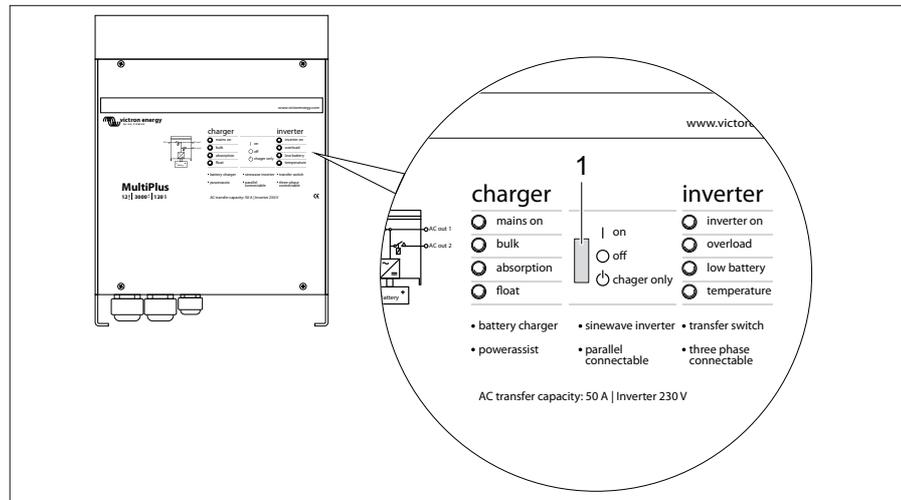

Bild 195 Wechselrichter MultiPlus
Zur ordnungsgemäßen Funktion des Digital Multi Control Panels muss der Kippschalter am Wechselrichter MultiPlus (Bild 195,1) auf "on" stehen.
### Stellungen des Kippschalters (Bild 195,1)
- ▷ Liegt kein 230-V-Anschluss an und das Fahrzeug wird länger nicht benutzt, muss der Kippschalter (Bild 195, 1) auf "off" stehen. Ansonsten kann es sein, dass die Batterien nach spätestens 3-4 Tagen leer sind.